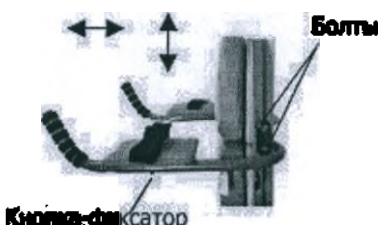

Рис.117
17)Регулировка положения подлокотников (при наличии) (рис.117)